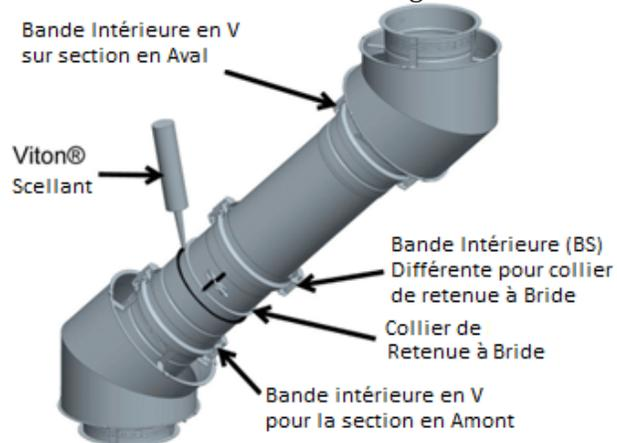

Figure 17- Étape 6-8- Fixez le manchon à double bride et scellez le collet de bride de retenue
**Étape 8** - Appliquez une fine couche de Scellant VITON à l'intérieur du collet de retenue, ainsi qu'un cordon continu au niveau du joint de chevauchement du collier. Voir Figure 17.